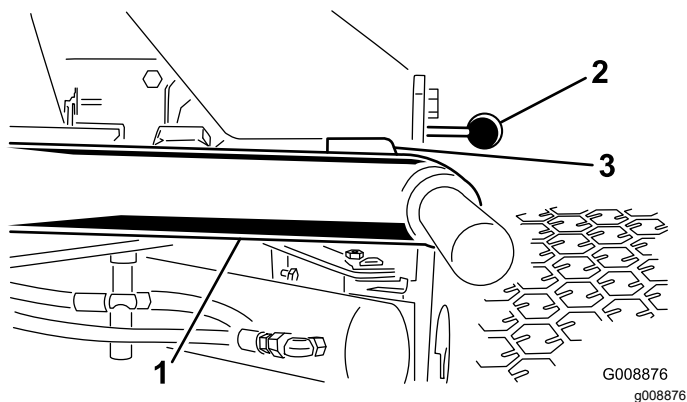

Figura 25
1. Arranque el motor, eleve los brazos de elevación y compruebe que la holgura entre cada brazo de elevación y el soporte de la chapa de suelo es de 5 a 8 mm (Figura 25).